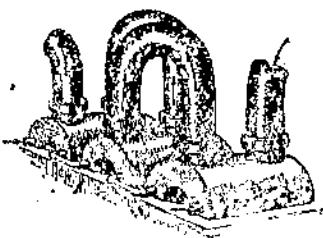

Рис. 16.
2. *Поглощение хлористого водорода водой.* Газообразный хлористый водород, выходящий по трубам из чаши и муфеля, поступает в поглотительное отделение. В нем находится целый ряд баллонов, сделанных из кислотоупорной глины, соединенных между собой двумя рядами труб. Трубы (рис. 16), широкие, глиняные, служат для прохождения газа в направлении, указанном стрелкой; трубы узкие, стеклянные, служат для пропускания через балоны воды. Газ проходит над водой в направлении, обратном току воды. Вода поглощает хлористый водород и образует соляную кислоту.